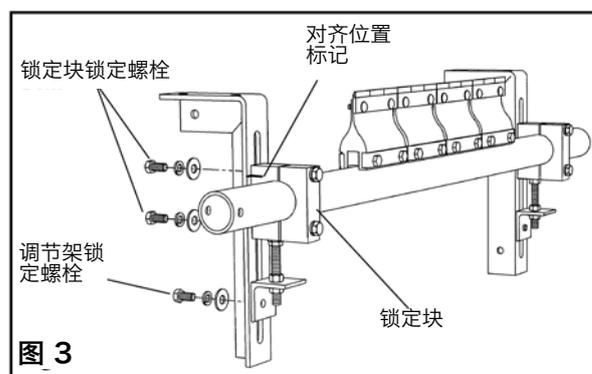

图 3
3. **设置刀头角度。** 使用所配角度设置量规，将刀头旋转至预设角度（图 3）并拧紧各锁定块螺栓锁定固定杆。**注意：** 对齐时要确保刀头不会接触输送带。如果二者发生接触，请松开锁定块螺栓并升高上调整螺栓止动螺母来降低固定杆位置（图 4）。降低刀头位置使其不接触输送带后，重复该步骤。
3. **重新安装固定杆。**将固定杆滑回安装架上，将支架和锁定块上的标记对齐。安装两个调节架锁定螺栓并拧紧。安装四个锁定块锁定螺栓并轻轻拧紧 (图 3)。